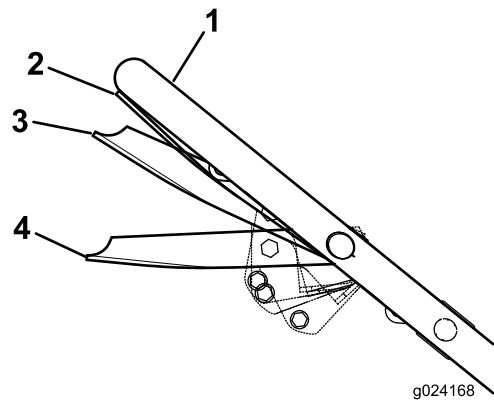

Figure 18
4. Maintenez la barre de commande de la lame à la position Marche/changement à environ 2,5 cm (1 po) sous le guidon (Figure 18).